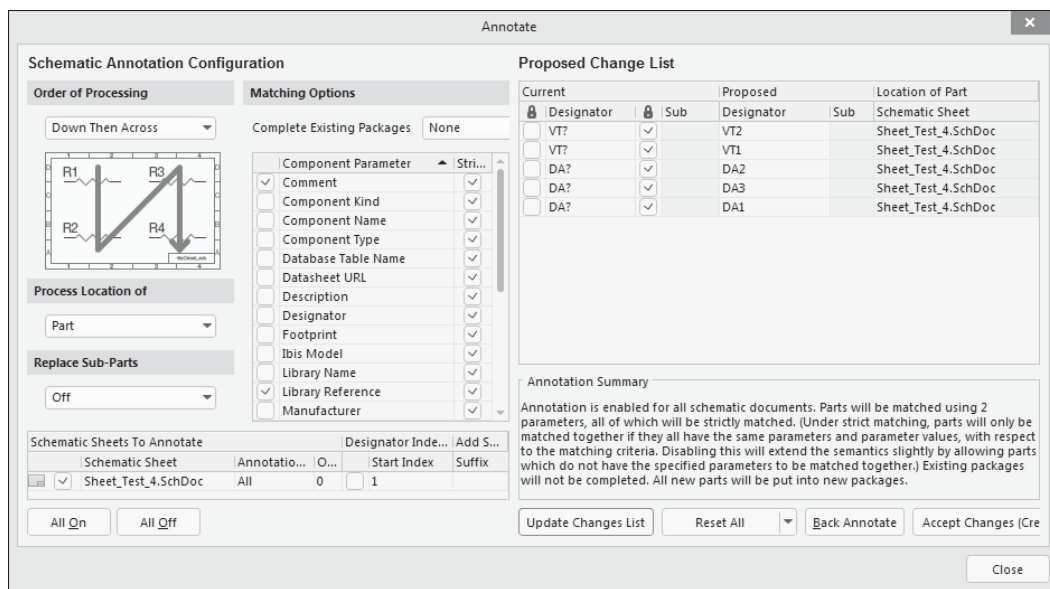

Рис. 4.10. Присвоение позиционных обозначений
1. Командой главного меню **Tools | Annotation | Annotate Schematics** открыть диалоговое окно **Annotate** (рис. 4.10).
7. При щелчке мышью на кнопке **Update Changes List** (Обновить список изменений) программа выдаст окно с сообщением о числе вносимых изменений. По щелчку на кнопке **OK** это окно закроется, а в колонке **Proposed** таблицы **Proposed Change List** диалогового окна **Annotate** (см. рис. 4.10) появятся новые позиционные обозначения компонентов.
12. Щелчком на кнопке **OK** диалоговое окно закрывается, и внесенные изменения отображаются в окне **Annotate** (см. рис. 4.10). Щелчком на кнопке **Close** в этом окне операция завершается.